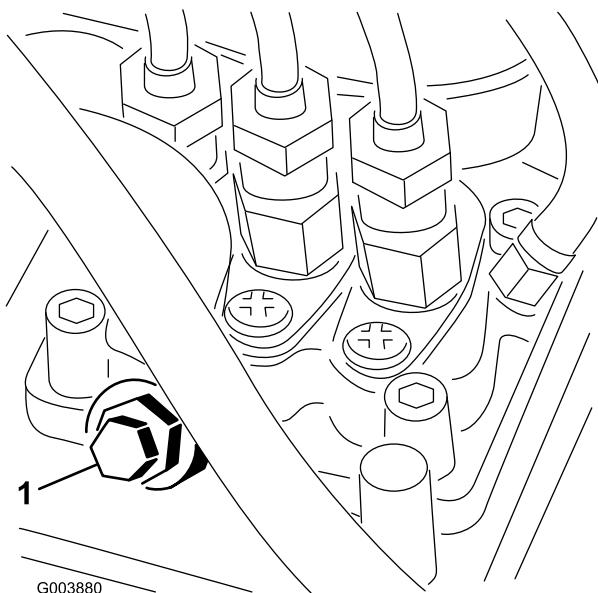

Рисунок 22
3. Отверните винт сброса давления воздуха из топливного насоса (Рисунок 22).